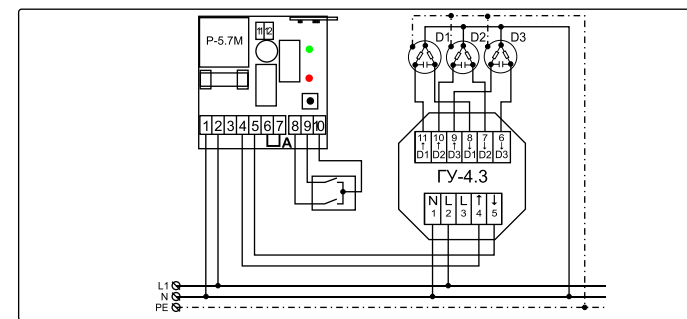

Рисунок 6. Схема подключения P-5.7 М к ГУ-4.3
- Подключить контакт управляющего устройства, отвечающий за направление «ВВЕРХ», к контакту 4 ГУ-4.3 (см. рис. 6–14).
- Подключить контакт управляющего устройства, отвечающий за направление «ВНИЗ», к контакту 5 ГУ-4.3 (см. рис. 6–14).